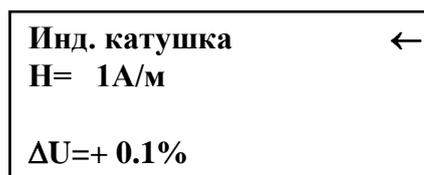

Рис.2
6.5. Подключить сетевой кабель к разъёму на задней панели и к сетевой розетке 220В; 50Гц. Включить генератор переключателем «СЕТЬ». При этом на дисплее должен появиться текст как на рис.2. Если на дисплее возникла надпись «НЕПРАВИЛЬНОЕ ПОДКЛЮЧЕНИЕ!», следует выключить генератор и перевернуть сетевую вилку в розетке. Если эта же надпись появилась при повторном включении, необходимо проверить наличие и исправность заземления.
7.1. После включения генератора переключателем «СЕТЬ» на дисплее появляется текст и курсор в виде стрелки в верхней строке (см. рис.2). Перемещение курсора осуществляется при помощи кнопок «↓» и «↑».